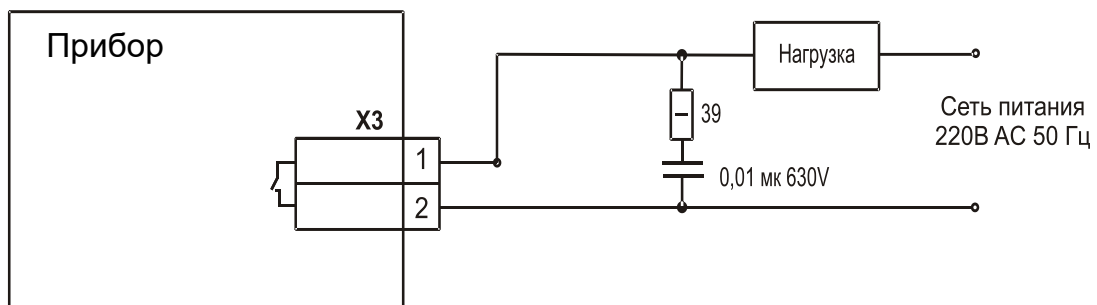

Рис. 10.3 – Схема подключения исполнительного устройства к релейному выходу прибора
10.3 Подключение исполнительного устройства к релейному выходу прибора (рис. 10.3).